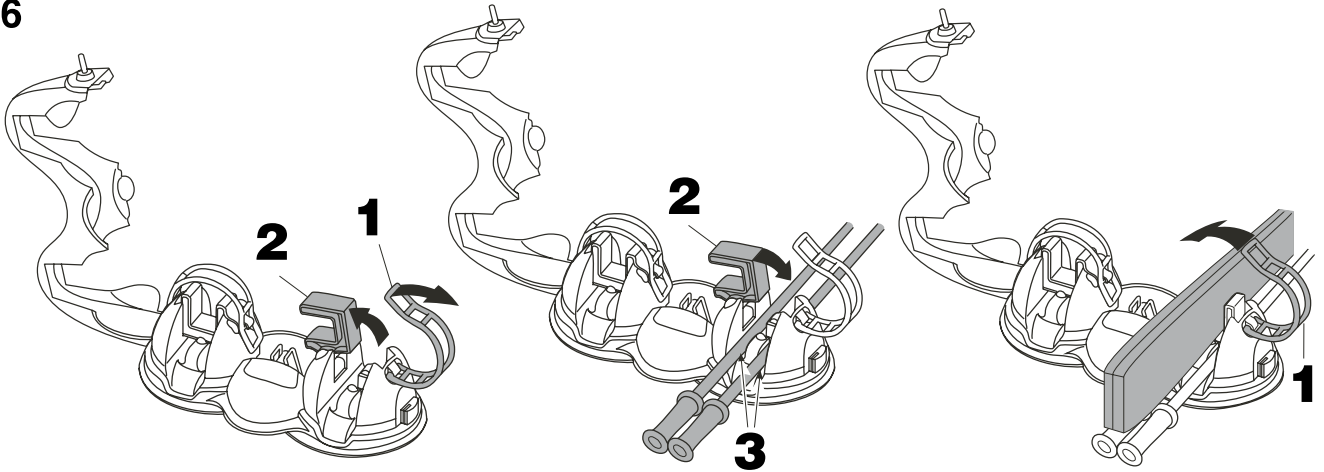

Fig. 7
7. Durante la marcia (come sicurezza) e durante le soste (come antifurto) l'estremità delle cinghiette (4) devono trovarsi sempre all'interno dell'auto, bloccate dalle portiere (Fig.7).
7. Lorsque vous roulez (comme mesure de sécurité) et aux arrêts (comme antivol) les extrémités des sangles (4) doivent toujours se trouver à l'intérieur de la voiture, bloqués par la portière (fig. 7).